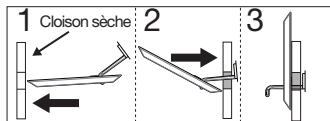

Fig. 4
- Once the bar is completely inside the wall, pull outward/back on the flange and ensure the bar tilts upward behind the wall and straightens upright. The bar should be resting on the back side of the wall and pointing upward with the longest side at the top. (Fig. 4)
- Une fois la barre complètement insérée dans le mur, tirez la collerette vers l'extérieur/l'arrière et assurez-vous que la barre se redresse puis se stabilise à la verticale derrière le mur. La barre doit s'appuyer à l'arrière du mur en pointant vers le haut, sa partie la plus longue au sommet. **(Fig. 4)**
13. Una vez que haya introducido la barra completamente en la pared, tire del reborde hacia atrás/afuera y asegúrese de que la barra se incline hacia arriba detrás de la pared y que quede en posición vertical. La barra debe descansar sobre la superficie interior de la pared y estar orientada hacia arriba con el extremo más largo en el extremo superior. (Fig. 4)